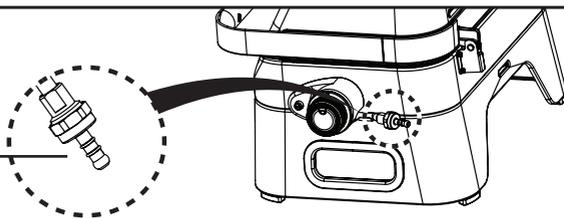

FIG. 2A
1) Pour l'utilisation de l'appareil avec tuyau souple XP D 36-110: (Fig. 2A)